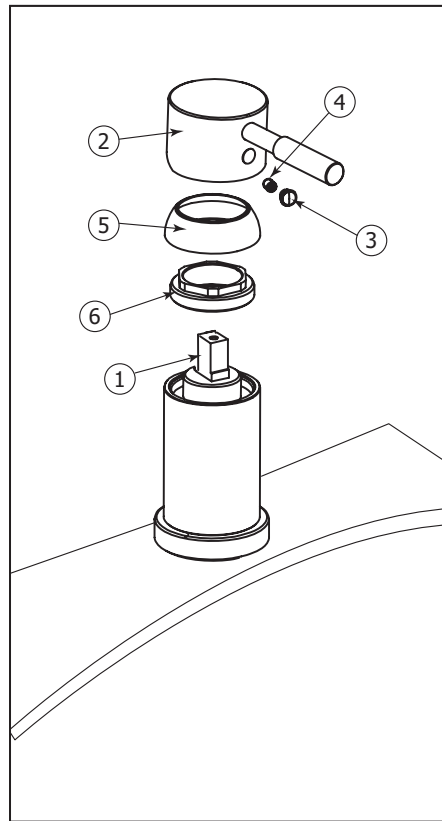

Fig8
Start by shutting off the water supply lines and then turn on the water to drain the faucet. To replace the cartridge (1), pull out the handle (2) by removing the cap (3) and the set screw (4) first. Afterwards, remove the dome cap (5) and the retainer ring (6). Replace with new cartridge and reassemble by reversing steps. Fig.8.
Commencez par couper l'alimentation d'eau et ouvrir l'eau par la poignée du robinet pour le vider. Pour remplacer la cartouche (1), enlever la poignée (2) en retirant le capuchon de finition (3) et la vis de retenue (4). Démontez ensuite le capuchon en dôme (5) et l'anneau de retenue (6). Remplacer la cartouche par la nouvelle, puis inverser les étapes pour le réassemblage. Fig.8.